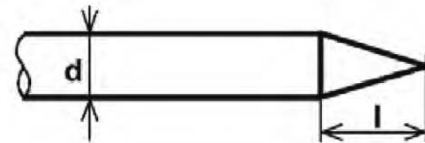

Рис. 15
- при отрицательном балансе волны острие неплавящегося электрода должно быть в форме конуса, длина заточки $L = 1 \times D$ (рис.15) для получения концентрированной электрической дуги. Такое сочетание необходимо при сварке небольших толщин или большой производительности на средних и высоких токах.